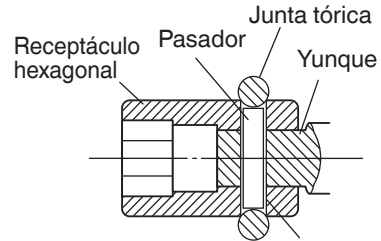

Fig. 4
(2) WR25SE: Tipo pasador, junta tórica (Fig. 4)